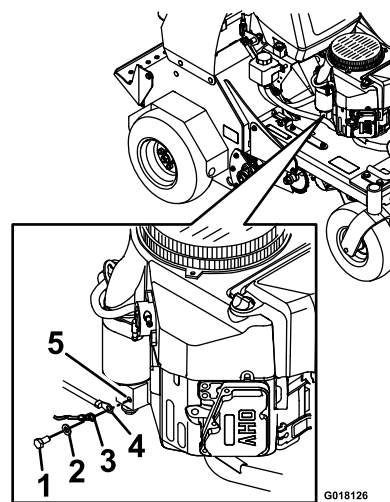

Figure 4
5. Retirez la vis, la rondelle et le câble de masse du moteur. Branchez le câble négatif de la batterie comme montré à la Figure 4.